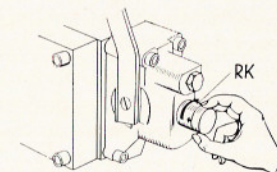

Bild 10
Um ein unbeabsichtigtes Betätigen dieses Steuerhebels während des Transportes oder der Zeit der Nichtbenutzung der Zusatzzylinder zu verhindern, ist am Vorderende des Zusatzsteuergerätes ein **Verriegelungsknopf (RK)** (Sicherheitsraste) für den Steuerhebel angeordnet (s. Bild 10).